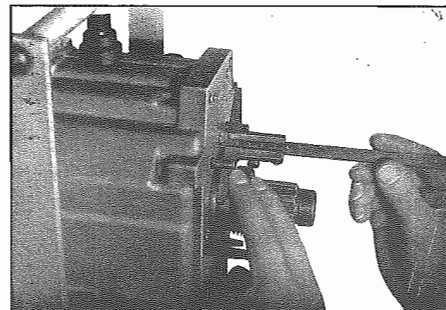
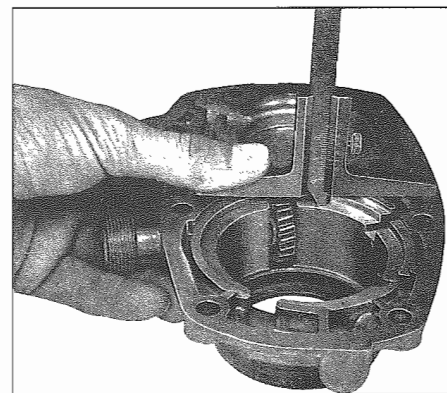
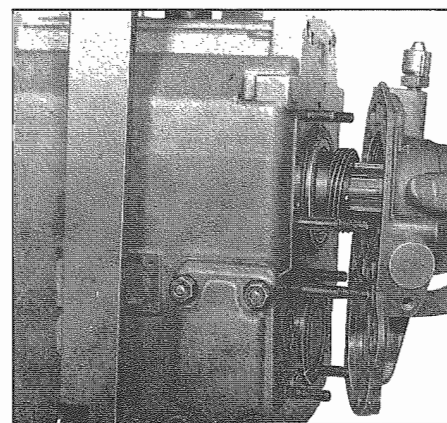

Fig. 52 - Misurare la distanza tra l'estremità del cuscinetto e la superficie di tenuta della scatola
Fig. 53 - Misurare la distanza
Fig. 54 - Montaggio del coperchio posteriore cambio
- Con un calibro di profondità misurare la distanza tra l'estremità del cuscinetto e la superficie di tenuta della scatola (Fig. 52).
- Apply depth gauge to measure distance from bearing end to housing sealing surface (Fig. 52).
- Montare il supporto del tachimetro completo (821) con vite (825) e rondella (824).
- Misurare la distanza tra la superficie di tenuta del coperchio posteriore cambio (817) e la gola più piccola (la più profonda) (Fig. 53). La differenza tra i due valori misurati, meno 0-0,1 mm di gioco assiale (fortemente raccomandabile il valore 0,0) dà lo spessore dei rasamenti (816) che devono essere messi nelle gole del coperchio posteriore cambio. I rasamenti sono disponibili nei seguenti spessori: 0,4 - 0,5 - 0,6 - 0,7 e 0,8 mm.
- Montare i rasamenti (816). Spalmare con ermetico la superficie di tenuta del coperchio posteriore cambio ed applicarlo sulla scatola (Fig. 54).
- Avvitare i dadi (102) con le rosette elastiche (103) e serrare con una coppia di 20-25 Nm (2,0-2,5 kpm). Avvitare la vite (507) con la relativa rosetta di sicurezza nel foro filettato del perno della retromarcia (502). Montare sull'albero primario il distanziale (433), il cuscinetto (434), la rondella (828), la guarnizione per flangia (829), la flangia sul coperchio posteriore cambio (830) con la vite (832) e la rondella (831).
- Montare la flangia di uscita (435) sull'albero primario. Avvitare l'anello di rasamento (508) e vite (436) e serrare con la chiave per vite (momento di serraggio 18-22 Nm (1,8-2,2 kpm). Con un bulino battere lo spallamento del dado nella cava dell'albero di uscita.
- Install tachometer support (821) with screw (825) and washer (824).
- Determine distance from sealing surface of rear transmission cover (817) up to smaller (lower) recess (Fig. 53). The difference of the two dimensions less 0 to 0.1 mm end play (while trying for dimension 0.0) provides the thickness of the compensating washers (816) to be placed into recess of rear transmission cover. Compensating washers are available 0.4 - 0.5 - 0.6 - 0.7 and 0.8 mm thick.
- Insert washers (816). Coat sealing surface of rear transmission cover with sealing compound and place on housing (Fig. 54).
- Mount spring washers (103) and nuts (102) and tighten to 2.0 to 2.5 kpm. Turn screw (507) with spring washer underneath into threads of reversing shaft (502). Mount, on main shaft, spacer (433), bearing (434), washer (828), flange gasket (829), flange on rear transmission cover (830) with screw (832) and washer (831).
- Slide output flange (435) on main shaft. Screw-on washer (508) and screw (436) and tighten with screw wrench 2. (tightening torque 18 - 22 kpm). Knock collar of nut with punch into groove of output shaft.